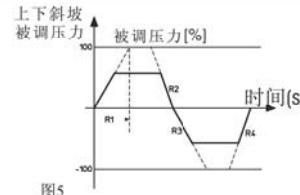

图5
- * 斜坡，对应阀的调整量从0变化到100%的时间（图5）